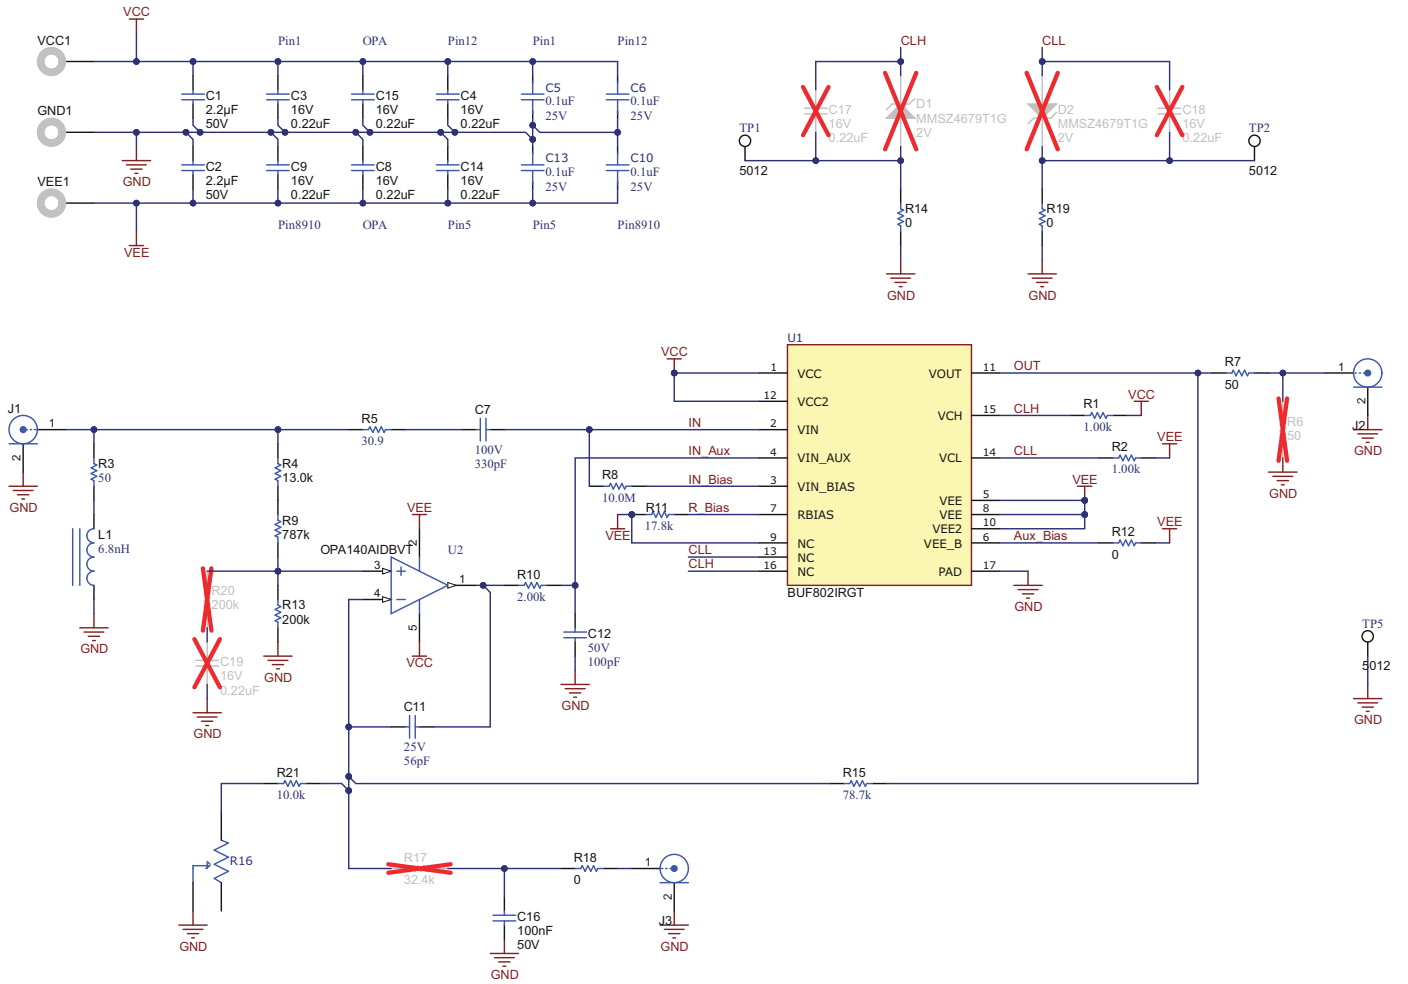

図 8-10. レイアウト例：レイアウト リファレンスの回路図
- **S21 伝達関数でのピーキング:** BUF802 の S21 伝達関数でのピーキングを防ぐために、パターン長を最小限に抑えることが最も重要です。パターンのインダクタンスは、BUF802 の入力容量との共振回路を形成し、S21 応答でピーキングを引き起こす可能性があります。DC ブロッキング コンデンサと直列に小さな抵抗 (図 8-10 の R5) を追加して、BUF802 のパターン インダクタンスと入力容量に起因する LC 共振を減衰させます。総インダクタンスを最小化するため、等価直列インダクタンス (ESL) が低い直列コンデンサ (図 8-10 の C7) を選択します。
- **電源バイパス コンデンサ:** 電源バイパス コンデンサは、電源ピンにできる限り近づけて配置し、BUF802 として PCB と同じ面に取り付けます。図 8-10 に示すように、BUF802 とバイパス コンデンサ間の高周波インピーダンスを最小限に抑えるため、低インダクタンス LICC コンデンサ (C5、C6、C13、C10) を選択します。バイパス コンデンサと GND との間に複数のビアを使用して、直列インダクタンスを低減します。図 8-10 に示すように、 50Ω の入力終端抵抗 (R3) に複数のビアを GND にも接続します。バイパス ビアと終端ビアをソリッドな GND プレーンに接続します。